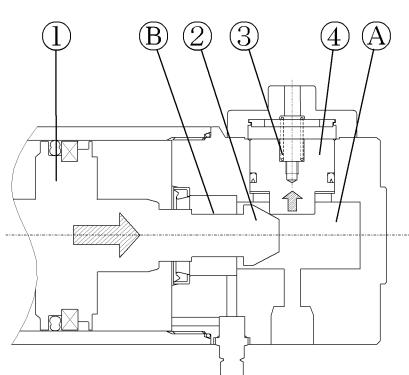

図1
- (a) シリンダのピストン①がストロークエンドに近づくと、ストッパピストン④はスリーブ②の斜面に沿って押し上げられます。(図1)